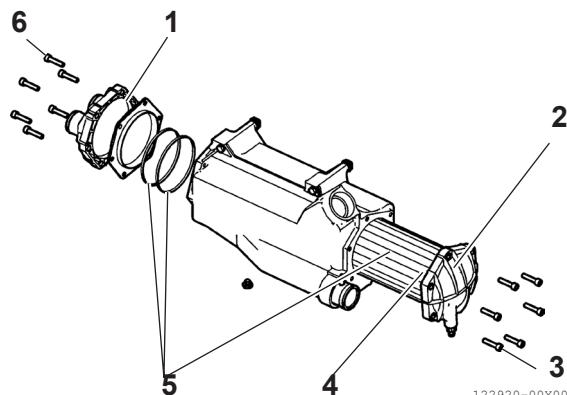

Figura 14
4. Retire las cubiertas (**Figura 14 [1]**) y (**Figura 14 [2]**) en el banco o en un lugar adecuado.
5. Extraiga el conjunto de tuberías (**Figura 14 [4]**).
10. Sustituya todas las juntas (**Figura 14 [5]**) durante el montaje.
11. Apriete los tornillos (**Figura 14 [3]**) y (**Figura 14 [6]**) al par especificado.